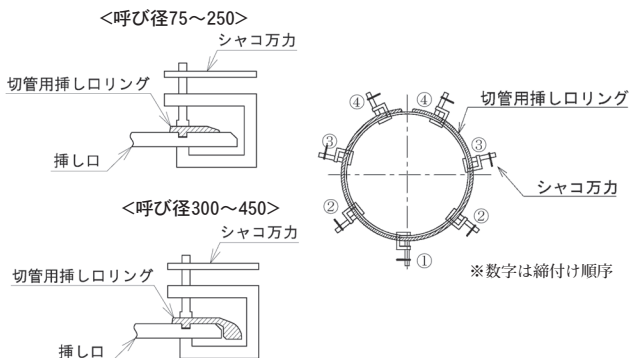

図79 切管用挿しロリングの締め付け
- ② シャコ万力を用いて、図79のように切管用挿しロリングの分割部の反対側から順次締め付ける。